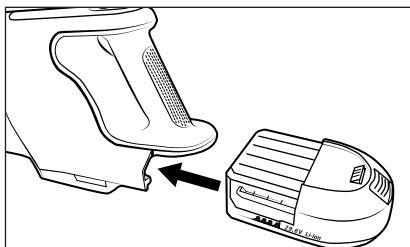

Fig. 3
- 3) Sæt batteriet ④ ind i produktet, indtil det klikker hørbart på plads (se fig. 3).